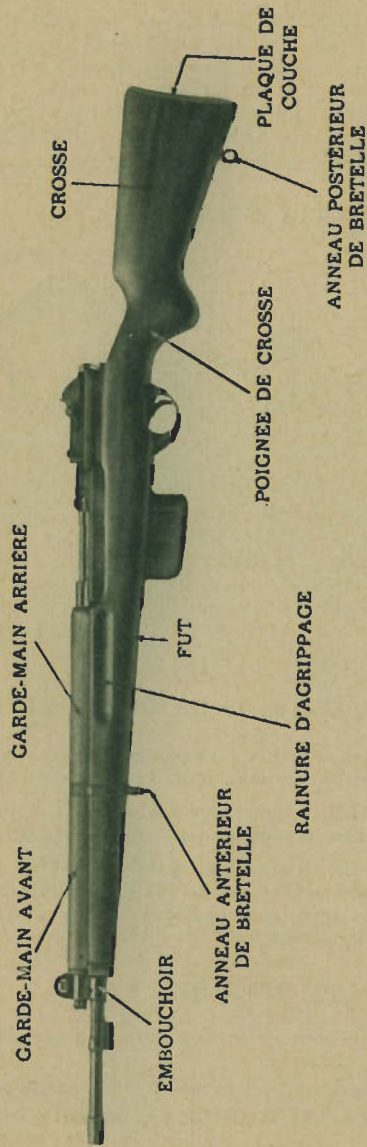

Fig. No 15 - LA MONTURE
b. LE GARDE-MAIN (voir fig. No 15).
- (1) La partie supérieure du canon est recouverte par un garde-main avec TOLE PROTECTRICE à l'avant et CHAPE PROTECTRICE à l'arrière; cette dernière se loge dans la partie antérieure de la carcasse.
- (2) Le garde-main se divise en deux parties: le GARDE-MAIN AVANT et le GARDE-MAIN ARRIERE. Il est tenu en place et fixé à l'avant par l'EMBOUCHOIR, au milieu par le COLLIER DE L'ANNEAU ANTÉRIEUR DE BRETELLE et à l'arrière par la CARCASSE.